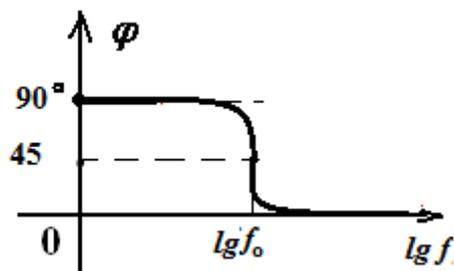

Рис. 5. ЛФЧХ ФВЧ (входной цепи)
ЛФЧХ дифференцирующего звена $\varphi = F(f)$ рис. 5 показывает фазовый сдвиг выходного напряжения относительно входного. В соответствии с выводами условий (7): на частоте излома фазовый угол входной цепи будет $+45^\circ$, на частотах, где дифференцируется входной сигнал фазовый угол $+90^\circ$, на высоких частотах фазовый угол входной цепи будет 0° .